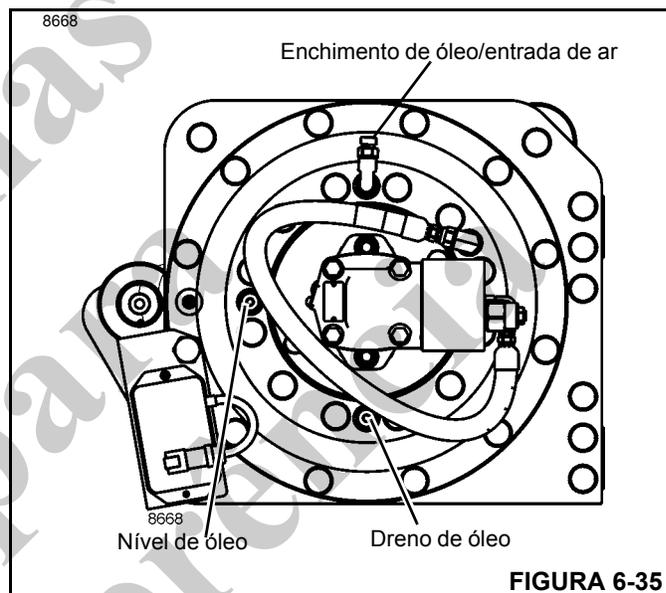

FIGURA 6-35
2. Limpe ao redor do abastecimento/respiro do óleo. Remova o abastecimento/respiro do óleo (Figura 6-35) e lave-o com um solvente adequado.
3. Limpe em torno do bujão de nível do óleo (Figura 6-35) e remova o bujão.